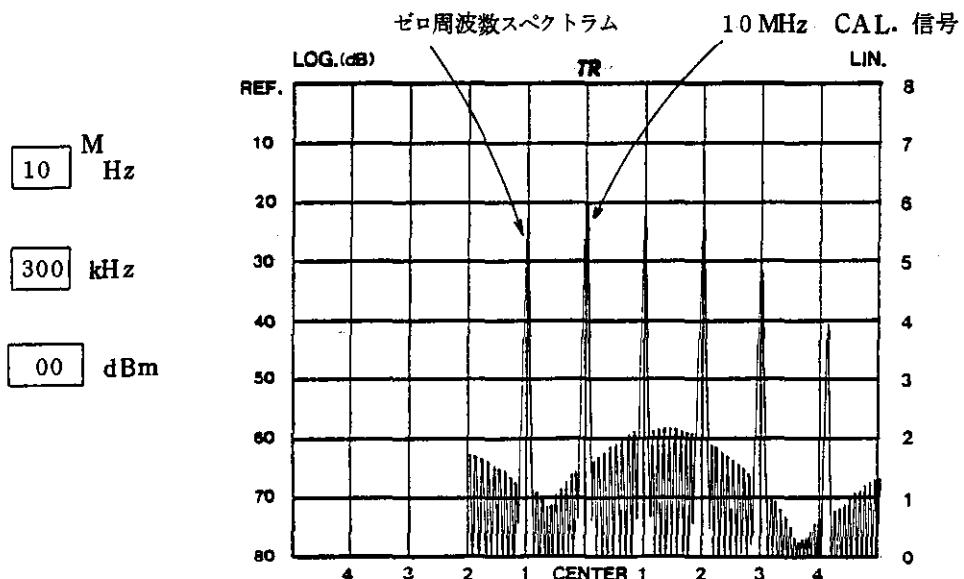

図 3-5 10 MHz CAL. 信号スペクトラム
- (4) **TUNING** つまみを時計方向にまわし、10MHz スペクトラムを、**CENTER** 目盛に合わせます。（図 3-5 参照）